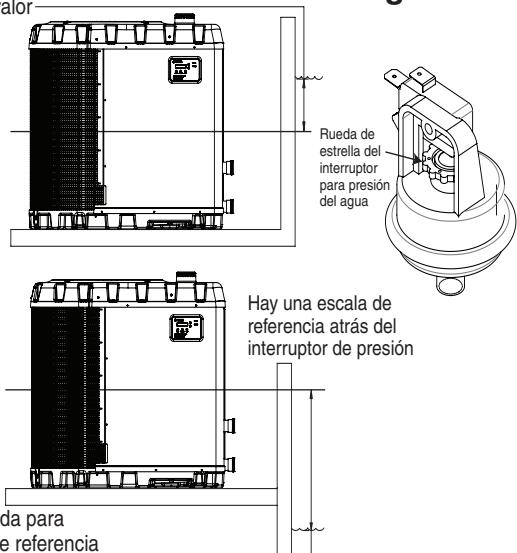

Figura 15
6. Gire lentamente la manivela de ajuste del interruptor para presión de agua hacia la izquierda hasta que aparezca la alarma "BAJO FLUJO" en la pantalla LCD, esté encendida la luz de SERVICIO y se detenga el calentador. Ver **Figura 15**.